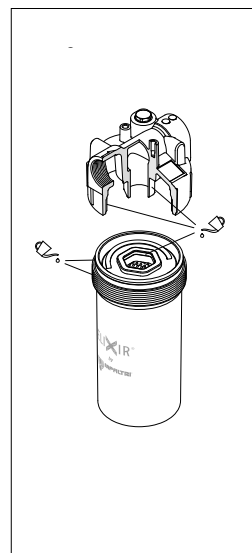

fig. 5
- (Fig. 5) Lubrificare con il fluido di lavoro il codolo della testata filtro, le guarnizioni dell'elemento filtrante e del contenitore, i filetti della sede testata e del contenitore.